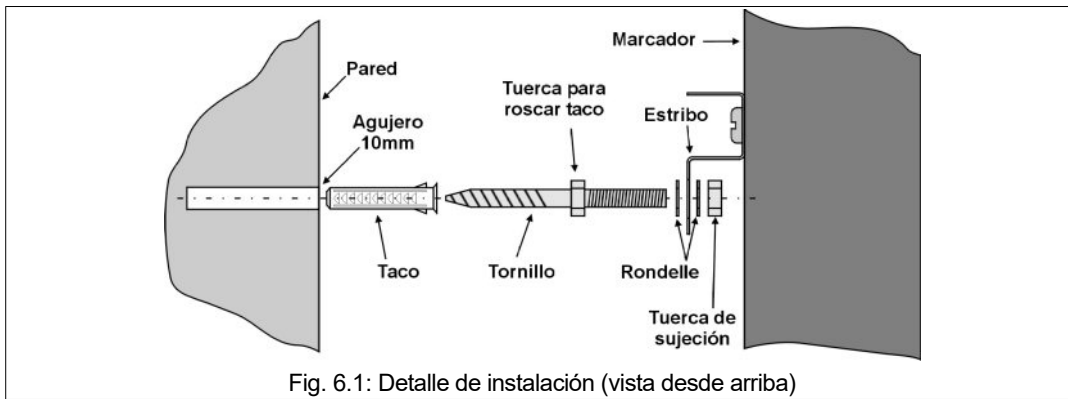

Fig. 6.1: Detalle de instalación (vista desde arriba)
2. Meta los tacos en los agujeros y rosque los tornillos usando una llave de 13 mm (véase la Fig. 6.1) sobre las tuercas; luego, introduzca las arandelas.